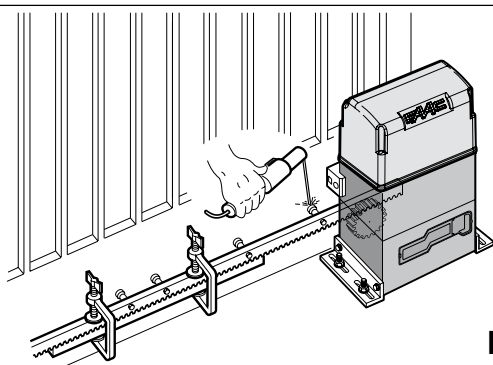

Рис. 16
- 5) Совместить вторую часть рейки с предыдущей с помощью отрезка рейки (как показано на рис. 16) для синхронизации обоих элементов.